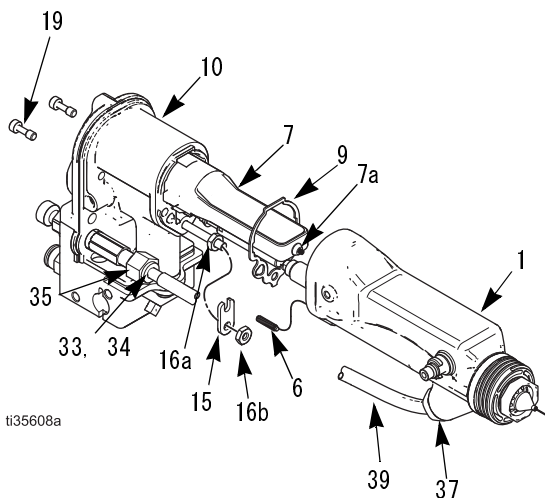

図 27. バレルの取り付け
1. ガasket (9) と接地スプリングが (6) が正しい場所にあり、ガasketのエア穴が正しく揃っていることを確認します。損傷している場合は、ガasketを交換します。
2. スプリング (7a) が電源 (7) の先端に設置されていることを確認してください。図 27 を参照してください。誘電体グリスを電源の先端に十分に塗布します。バレル (1) を電源の上に、およびガンハンドル (10) の上に置きます。
3. バレルの 2 本のネジ (19) を交互に、そして均等に力が加わるように締めます (きっちり締まってからさらに 1/4 回転、または  $20 \pm 2.3 \text{ Nm/5}$  インチ・ポンド)。強く締め過ぎないでください。